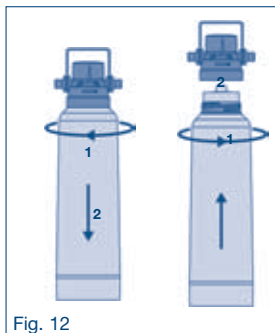

Fig. 12
2. Desenrosque la bujía filtrante de la cabeza filtrante en el sentido de las agujas del reloj (consulte la Fig. 12). La cabeza filtrante puede inclinarse 90° para desmontar fácilmente la bujía filtrante en el soporte del filtro.
3. Instale la nueva bujía filtrante (ver Fig. 12).